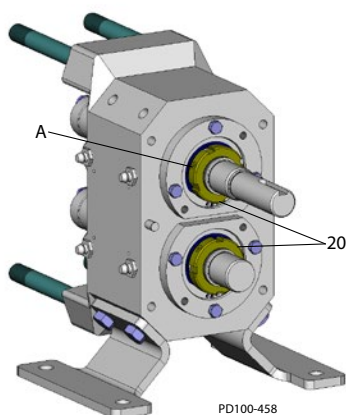

Abb. 51 - Stellschrauben anziehen
4. Die Lagereinstellmutter (Abb. 51, Einzelheit 20) anziehen oder lösen, um den Drehmomentwert wie in Tabelle 6 gezeigt zu erhalten.
5. Ziehen Sie die Stellschraube(n) (Abb. 51, Einzelheit A) in den Lagereinstellmuttern (Pos. 20) an.